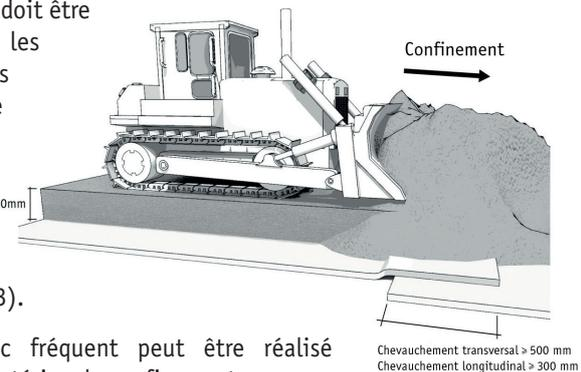

Fig. 13 Installation du matériau de confinement
19.5. Le matériau de confinement doit être mis en place au-dessus du GSB par un engin générant le moins de contraintes au Bentofix®. Dans tous les cas, une couche de matériau d'au moins 300 mm doit être assurée entre les chenilles/pneus de l'engin et le GSB à tout moment de la mise en œuvre du confinement (fig. 13).
19.7 Le matériau de confinement doit être mis en œuvre en poussant le matériau au-dessus du GSB (fig. 13), sans causer d'endommagement et de façon à éviter l'entrée de matériau à l'intérieur des chevauchements.